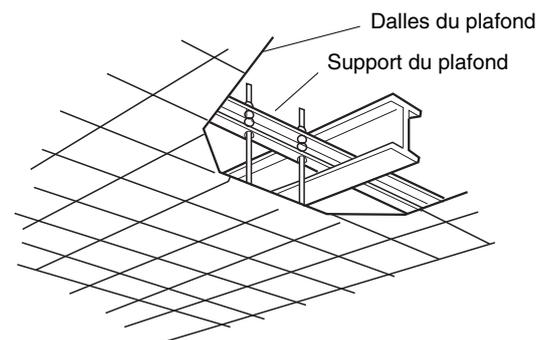

Fig. 3-5
- Utilisez les supports pour plafond ou fabriquez un support adéquat en procédant de la manière illustrée à la figure 3-5.